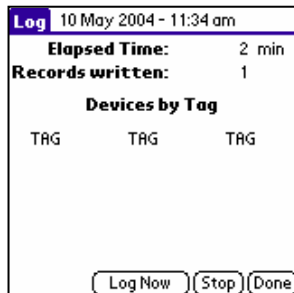

Figura 14 - Manual Logging
5. Selecione o botão “Log Now”, repetidamente, como desejado (Figura 14).